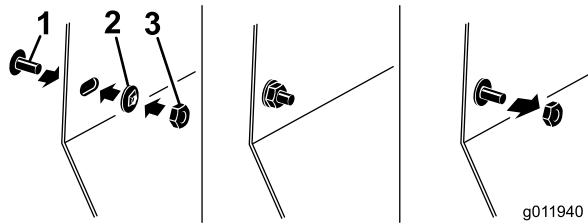

Bild 3
2. Setzen Sie die zwei Schrauben (5/16" x 3/4") an der Seitenplatte und drehen sie um, um die zwei Steckmuttern (5/16") an der Schraube anzubringen (Bild 3).
3. Bringen Sie die Sechskantmutter (5/16") an der Schraube an, um die Steckmutter bündig an die Seitenplatte zu bringen (Bild 3).